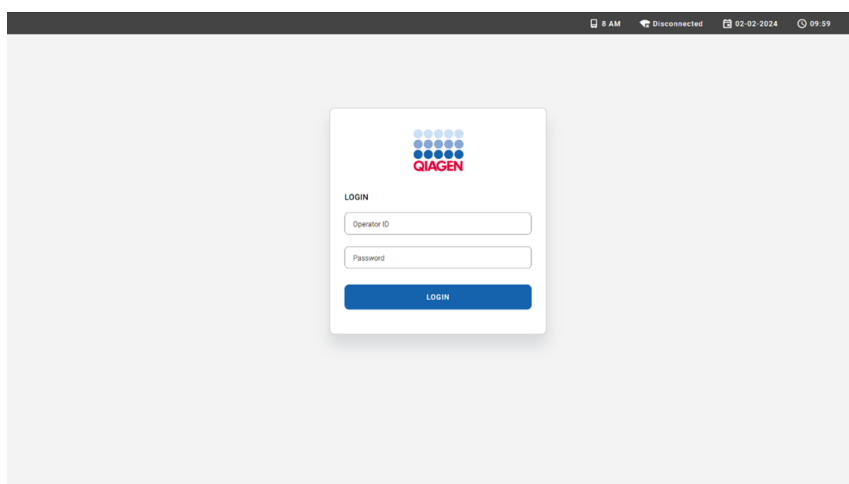

Bild 8. Skärmen Log in (Logga in).
3. När du har skapat lösenordet loggar du in i systemet när INLOGGNINGSSKÄRMEN visas (Bild 8).